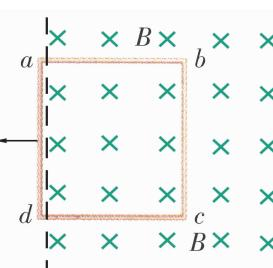

图 1-5-14
- 如图 1-5-14 所示，把正方形线框 $abcd$ 从磁感应强度为 B 的匀强磁场中匀速拉出，速度方向与 ad 边垂直向左，速度的大小为 v ，线圈的边长为 l ，每边的电阻为 R ，问线圈在运动过程中， ad 两点间的电势差为多少？